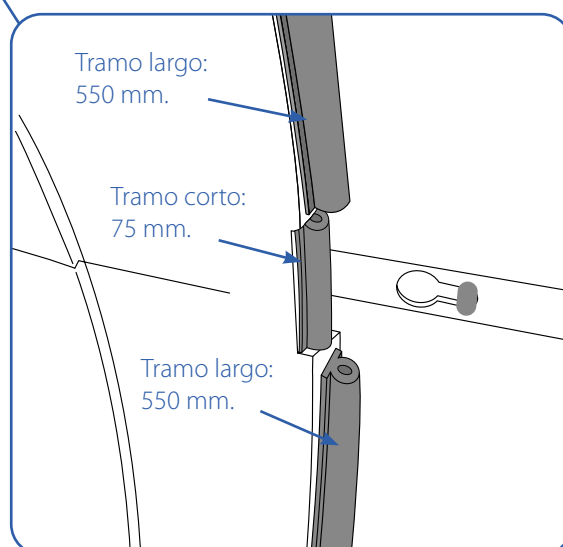

Fig. 10.13. Goma alrededor del cono.
- **Tramo corto: 75mm.** Puesto que en las uniones de cada octavo de cono hay unos rebajes, habrá que colocar unos trozos más pequeños en esas zonas. Dejar libres las dos del apoyo del poste válvula y las cuatro de los imanes (Fig. 10.13.).